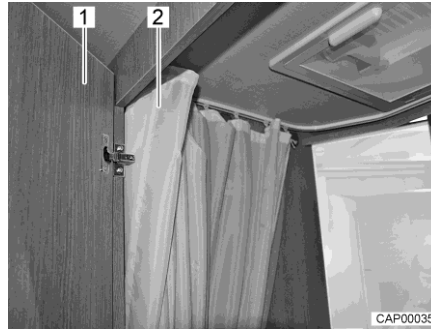

Fig. 71 Vano WC con doccia
- Per utilizzare la doccia, chiudere la porta (Fig. 71,1) e tirare completamente la tendina della doccia (Fig. 71,2), in modo da proteggere tutte le pareti.